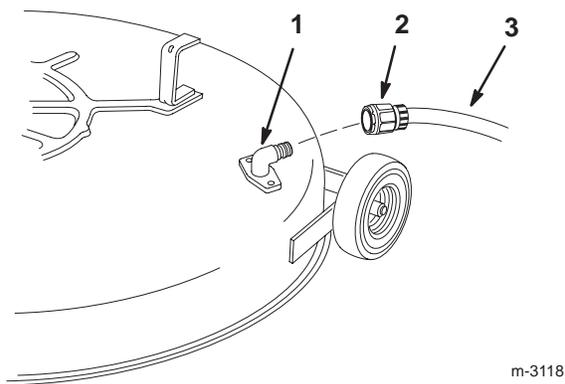

Figure 50
5. Vissez le raccord de lavage à l'embout de lavage du carter de tondeuse, et ouvrez l'eau en grand (Fig. 50).